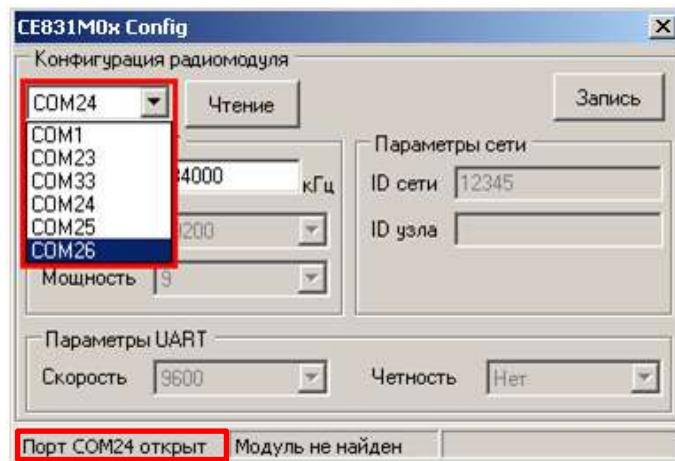

Рисунок 14 – Изменение номера используемого СОМ-порта
5.3.3.3.8 После выбора нового СОМ-порта необходимо дождаться сообщения в строке статуса (см. рисунок 14) о том, что открыт именно выбранный СОМ-порт (ожидание 1-3 сек.).